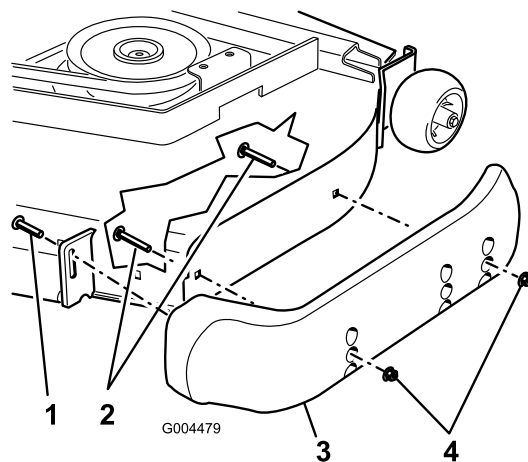

Figura 9
3. Desaperte o parafuso na frente de cada patim. Há dois patins nos cortadores Guardian e um patim nas unidades de corte de descarga lateral (Figura 9).